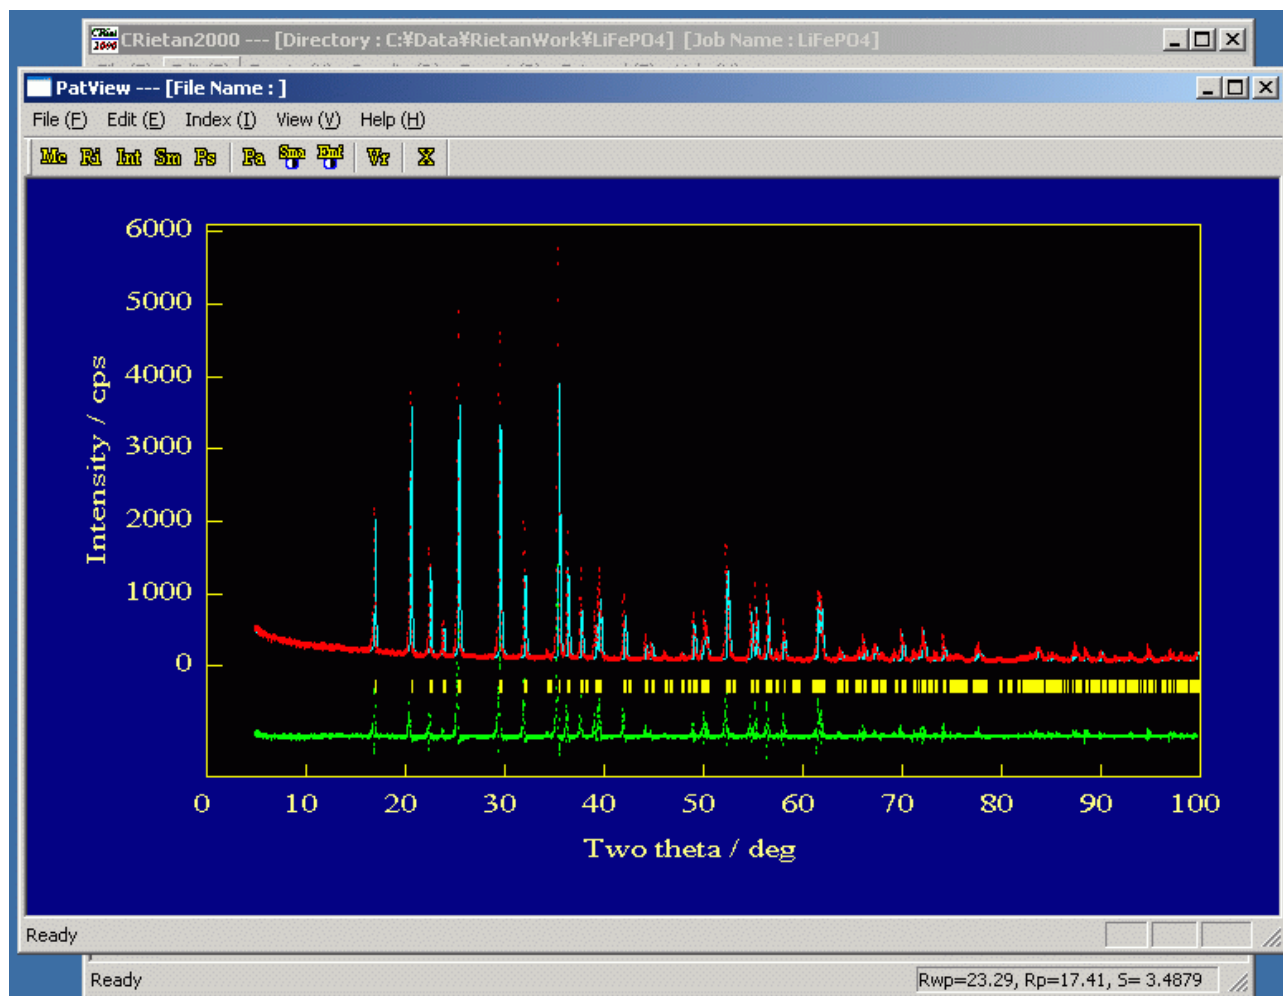

Fig.10
- 4-5. [Result] [Show Pattern]でフィッティング結果を見る ( Fig.10 )。この段階では強度はそれほどフィットしていないが、ピーク位置は大体合致している。